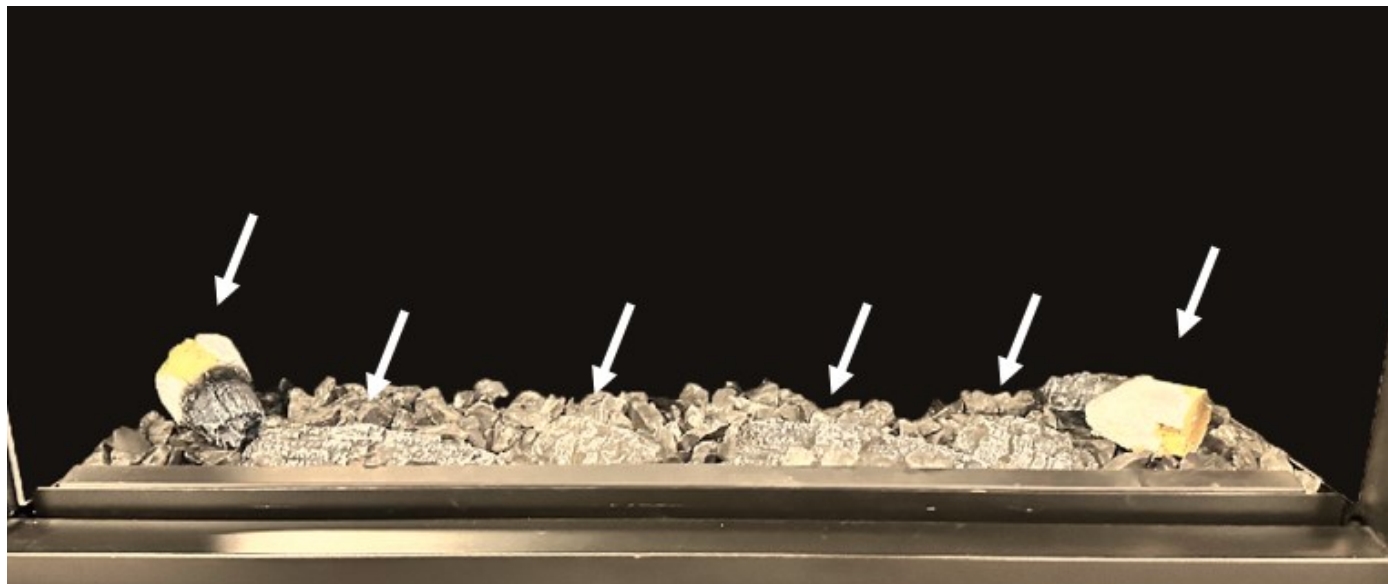

Figure 4.2 - Bûches de base
- La Figure 4.2 montre les (4) bûches carbonisées installées. Elles sont placées devant les lumières à DEL du lit de braises à rougeoiement variable. Les deux bûches carbonisées avec écorce sont placées aux deux côtés du foyer.